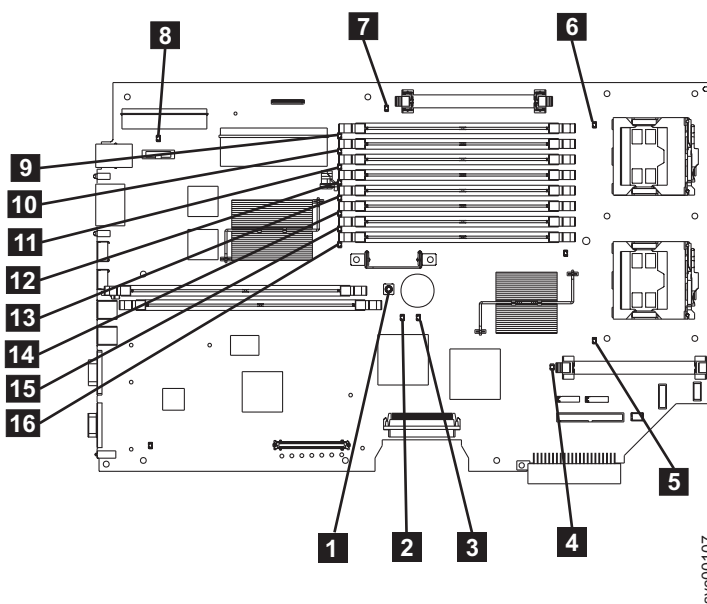

図 61. SAN ボリューム・コントローラー 2145-8F2 または SAN ボリューム・コントローラー 2145-8F4 のシステム・ボード
はい 361 ページの表 22 を参照にして、特定なライト・パス診断 LED 用に指定されたアクションを実行して、ステップ 3 (363 ページ) に進みます。アクションによっては、システム・ボード上またはファン・バックプレーン上の LED 状態を監視している必要があります。システム・ボード LED の位置は、図 61 に示されます。ファン LED はそれぞれのファンに隣接して配置されています。必要な LED を表示するには以下を行います。
- d. ライト・パス診断ボタン **1** を押します。図 61 を参照してください。